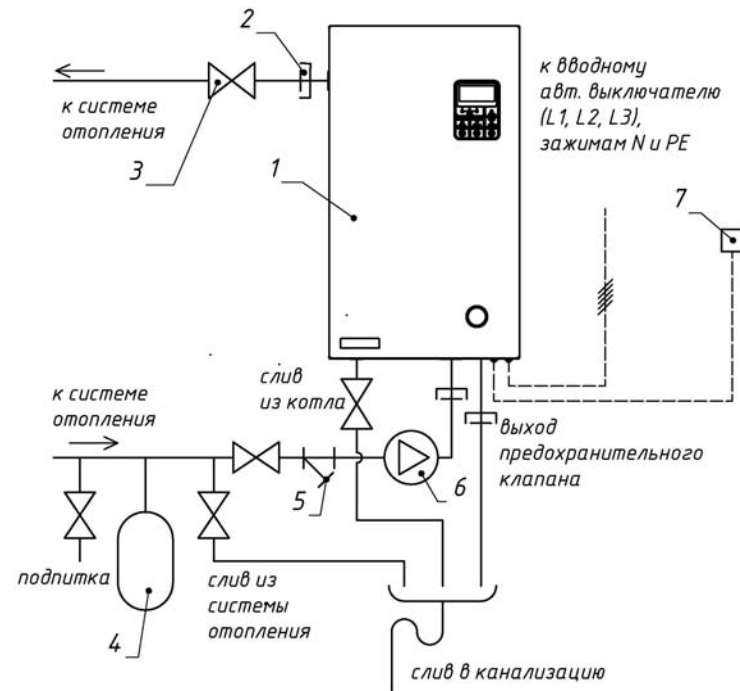
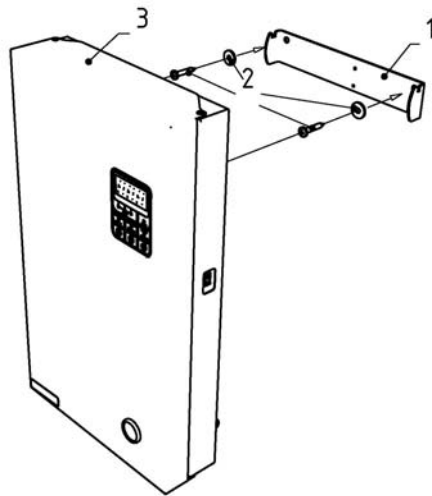

Рис. 6 Упрощенная схема подключения прибора в отопительную систему.
Рис. 7 Монтаж котла на стену
- ✓ Произвести разметку и установить кронштейн (1) (Рис. 7) на поверхности стены в горизонтальном положении. Крепеж (2) подбирается исходя из материала стен.
- ✓ Закрепить прибор (3) на кронштейне (1). Проверить что между прибором и стеной остался зазор обеспечивающий естественную циркуляцию воздуха в приборе.
- ✓ Присоединить прибор к системе отопления через разъёмные муфты (Рис. 6)
- ✓ Для подключения прибора к однофазной сети переменного тока 220В, 50 Гц (модель 7,5 кВт,) на фазных клеммных зажимах должны быть установлены перемычки. (стоят по умолчанию.) Присоедините рабочий нулевой провод на клеммный зажим нейтраль (N), фазный провод на клеммный зажим L1. Провод заземления, подключить на зажим заземления (E).
- ✓ Для подключения прибора к трехфазной сети переменного тока 380В, 50 Гц (модель 7,5 кВт), необходимо убрать перемычки, установленные на клеммных зажимах, (на модели 10-30 кВт, перемычки не устанавливаются) присоедините рабочий нулевой провод на клеммный зажим нейтраль (N), фазные провода на клеммные зажимы L1, L2, L3. Провод заземления, подключить на зажим заземления (E).